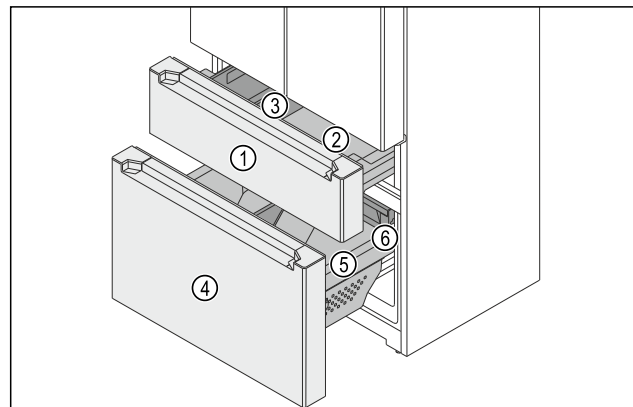

Fig. 149 Carrelli di estrazione vano congelatore
Il congelatore è costituito da due carrelli di estrazione. Nel carrello di estrazione superiore Fig. 149 (1) sono presenti un contenitore Fig. 149 (2) e un FlexBox Fig. 149 (3). Nel carrello di estrazione inferiore Fig. 149 (4) sono presenti un contenitore Fig. 149 (5) e un cassetto Fig. 149 (6). A scopo di pulizia, è possibile rimuovere i contenitori nel carrello di estrazione superiore e inferiore.